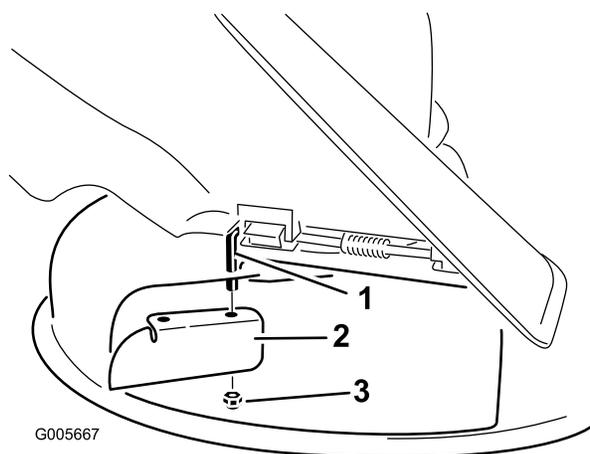

Figura 10
2. Installate il deflettore di scarico sull'asta di rotazione visibile (Figura 10). Fissate il deflettore sul tosaerba con il dado di bloccaggio (5/16 pollice).